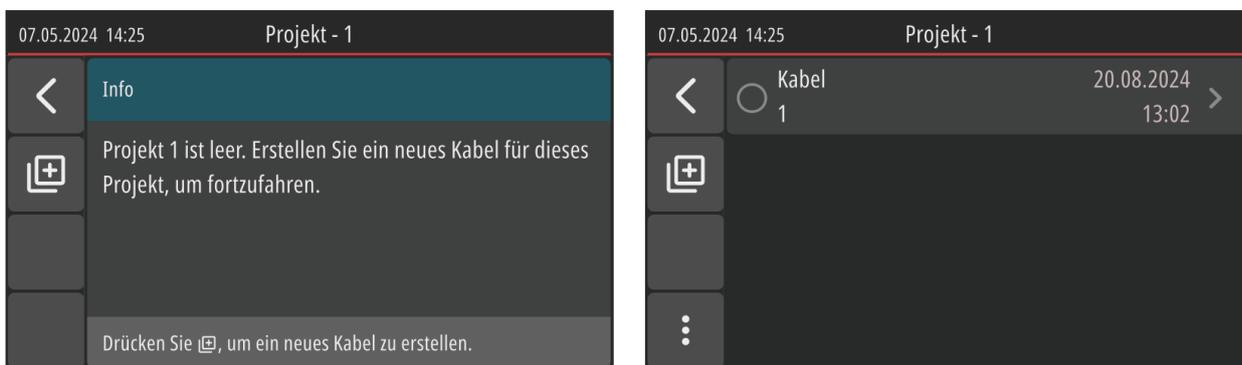

Abbildung 48: Leere Kabelliste (linke Abbildung) und ausgefüllte Kabelliste (rechte Abbildung)
- Wählen Sie ein Projekt aus ⇒ Die Kabelliste des Projekts wird angezeigt, siehe Abbildung 48.